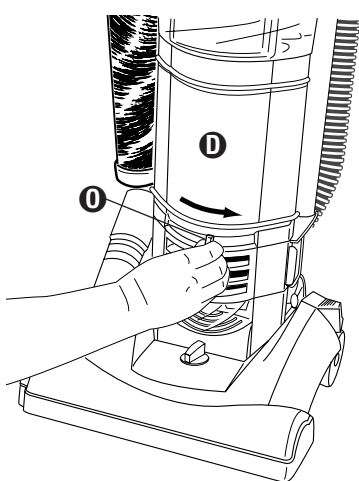

FIG. 14
Step 4: Reposition dust cup **D** in cleaner body and secure by moving lever **O** from left to right (FIG. 14).
Étape 4 : Repositionner le réceptacle à poussière **(D)** sur l'aspirateur et le fixer en déplaçant le levier **(D)** de gauche à droite (FIG. 14).
Paso 4: Reposicione el recipiente para polvo **(D)** en el cuerpo de la aspiradora y sujételo moviendo la palanca **(D)** de izquierda a derecha (FIG. 14).